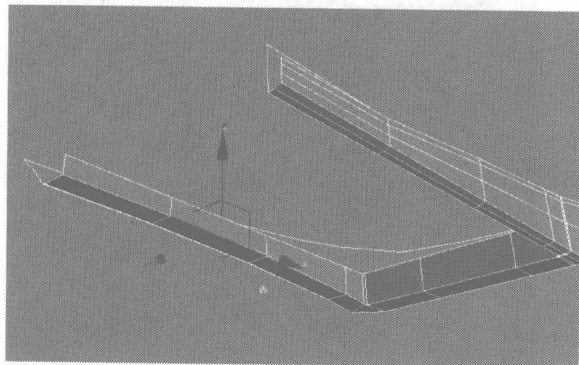
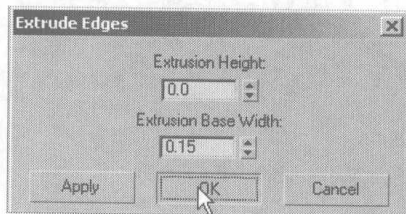

图 4.356
图 4.357
- 25** 选择如图 4.356 所示的边线,在 Selection 卷展栏中单击 **Loop** 按钮,选择其循环的曲线,在 Edit Edges 卷展栏中单击 **Extrude** 右侧的小按钮,在弹出的对话框中设置挤压参数,如图 4.357 所示。